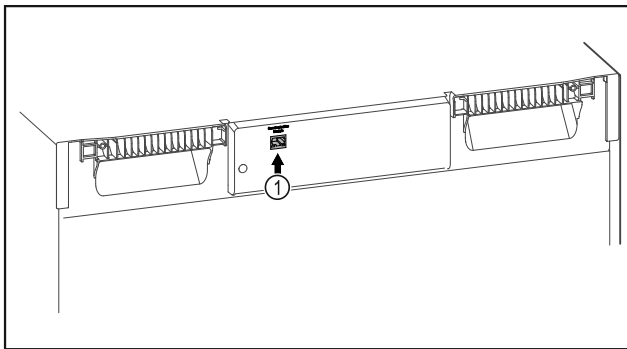

Fig. 150
- SmartModule Fig. 150 (1) er satt inn.